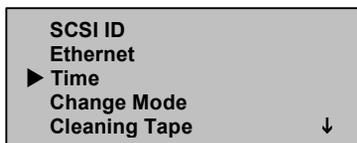

Abbildung 31: Wählen Sie die Uhrzeit aus
3. Scrollen Sie im Untermenü **Configuration** (Konfiguration) zur Option **Time** (Uhrzeit). (Siehe Abbildung 31.)